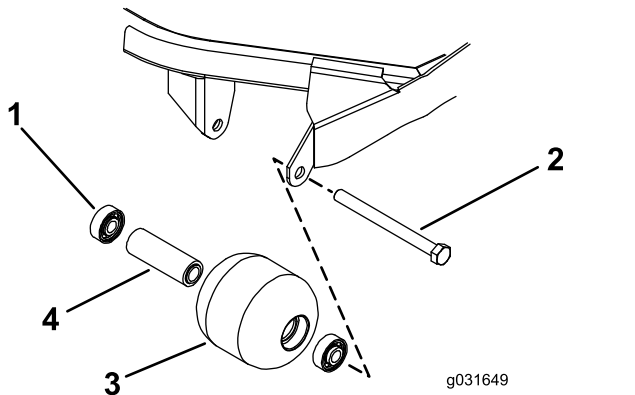

Figura 73
1. Îndepărtați urubul de montare a rolei (Figura 73).
4. Inspectați carcasa rolei, lagărul și distanțierul lagărului pentru a observa dacă sunt deteriorate (Figura 73).
1. Apăsând doar pe calea de rulare exterioară sau în mod egal pe calea de rulare interioară și cea exterioară, apăsați primul rulment în carcasa rolei (Figura 73).
2. Introduceți distanțierul (Figura 73).
3. Apăsând doar pe calea de rulare exterioară sau în mod egal pe calea de rulare interioară și cea exterioară, apăsați cel de-al doilea rulment în carcasa rolei până când intră în contact cu distanțierul (Figura 73).